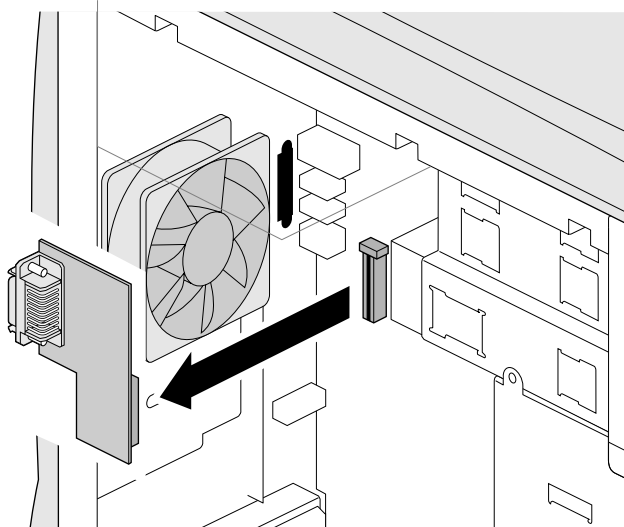

図 5-9 モニタオプションカードの取り外し
5. オプションカードをソケットからそっと引き出します(図5-9)。